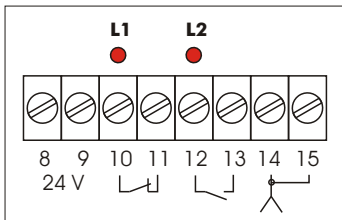

Abb. 22
**3.Zubehöranschlüsse ( Abb. 22)**